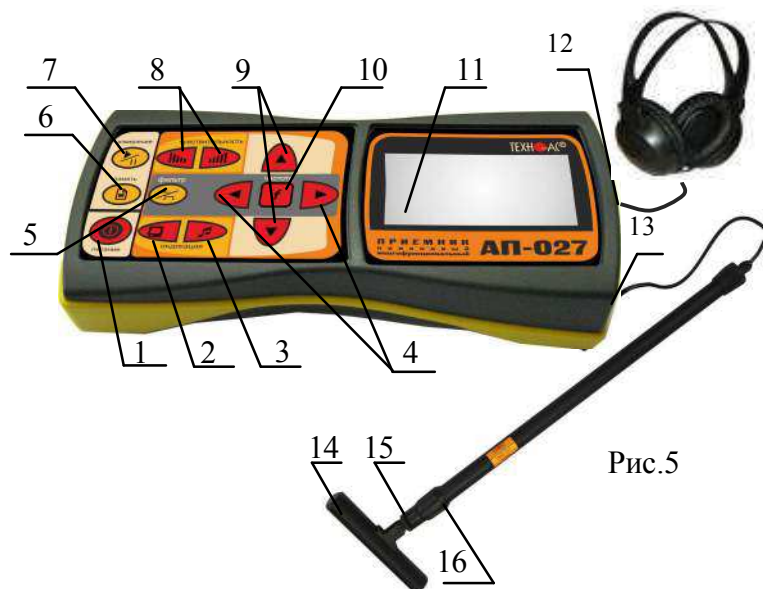
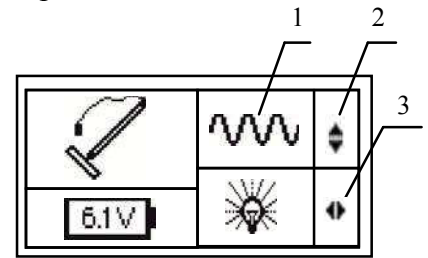
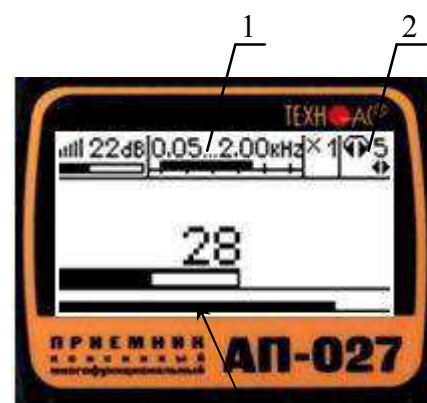

Рис.5
Рис.6
Fig.11 3
Используемое оборудование (рис.5): приемник АП-027, электромагнитный датчик ЭМД-237, головные телефоны.
Подключить к соответствующим разъемам приемника электромагнитный датчик поз.13 рис.5 и головные телефоны поз.12 рис.5 (при необходимости).
Привести электромагнитный датчик из транспортного в рабочее положение для этого: ослабить стопорную гайку поз.16, раздвинуть штангу до требуемого размера и зафиксировать стопорной гайкой. Ослабить фиксирующую гайку поз.15 и установить электромагнитную антенну поз.14 датчика в положение, используемое в трассопоиске. Горизонтальное положение (рис.5) – трассопоиск по методу максимума, транспортное положение – трассопоиск по методу минимума.
**4.2.1** Включить питание приемника АП-027 кнопкой ① поз.1 рис. 5.
**4.2.2** В «стартовом» окне рис.6 на индикаторе приемника проверить:
**4.2.3** Проверить вид принимаемого сигнала поз.1 рис.6. Принимаемый сигнал «непрерывный  $\sim$ » выбирается автоматически. При появлении на индикаторе значка «импульсный  $\sim$ », что могло произойти в результате случайного нажатия на кнопки, следует выбрать в стартовом окне символ «непрерывный  $\sim$ » любой из кнопок  $\blacktriangle/\blacktriangledown$  поз.9 рис.5. (см. подсказку поз.2 рис.6)
**4.2.4** Установить необходимый уровень подсветки индикатора приемника, используя для этого кнопки  $\blacktriangle/\blacktriangleright$  поз.4 рис.5 (см. подсказку поз.3 рис.6).
**4.3.1** Запустить режим «измерение» кнопкой  $\blacktriangleright_{||}$  поз.7 рис.5.
**4.3.2** Выбрать режим «широкая полоса» нажатием на кнопку фильтр  $\text{---}\text{---}\text{---}$  поз.5 рис.5. На индикаторе появится символ широкой полосы  $0.05...2.00\text{kHz}$  поз.1 рис.7.
В случае трассировки кабеля под напряжением или трубопровода с катодной защитой выбрать частоту 100 /120 Гц, нажав кнопку «частота»  $f$  поз.10 рис.5, используя для этого кнопки  $\blacktriangle/\blacktriangleright$  поз.4 рис.5. Наблюдать за величиной выбранной частоты на индикаторе поз.1
**4.3.3** Выйти из режима регулировки фильтра, нажатием кнопки «частота»  $f$  поз.10 рис.5. На индикаторе в зоне окна поз.1 рис.7 исчезнет указатель подсказки  $\blacktriangle\blacktriangleright$  и появится в зоне поз.2 рис.7 (возможность регулировки звука).
**4.3.4** Установить комфортную громкость звука в телефонах поз.2 рис.7 кнопками  $\blacktriangle/\blacktriangleright$  поз.4 рис.5 (если кнопки не используются для регулировки фильтра).
**4.3.5** Установить уровень входного сигнала кнопками «чувствительность»  $|||$  и  $||$  поз.8 рис. 5 по индикатору «узкая шкала» (предпочтительно на 50...70% от максимума) поз.3 рис. 7.
**4.3.6** Установить необходимый коэффициент усиления фильтрованного сигнала множителем « $\times 1/2/4/8$ » нажимая на кнопки  $\blacktriangle/\blacktriangledown$  поз.10 рис.5, не допуская при этом перегрузки.
4.5.1 Начинать работу по трассопоиску следует в режиме «Широкая полоса», в котором приемник воспринимает сигналы от любых коммуникаций в диапазоне частот от 0,05 до 2,0 кГц: кабели под напряжением, трубопроводы с катодной защитой, протяженные трубопроводы с наведенным излучением. Для этого включить режим «измерение» кнопкой  $\nabla_{||}$  поз.7 рис.5., выбрать режим «широкой полосы», то есть выключить фильтр кнопкой  $\nabla_{\perp}$  поз.5 рис.5.
4.5.3 Для определения кабелей (из числа найденных коммуникаций), находящихся под напряжением промышленной частоты 50...60 Гц, используется режим 50...60 Гц. В этом режиме из широкого спектра сигнала выделяется лишь небольшая полоса частот с центральной частотой 50...60 Гц. Для входа в режим 50...60 Гц включить фильтр кнопкой  $\nabla_{\perp}$  поз.5 рис.5, нажать на кнопку частота  $f$  поз.10 рис.5 и выбрать центральную частоту фильтра 50...60 Гц кнопками  $\blacktriangleleft/\blacktriangleright$  поз.4 рис.5.
4.5.4 Наблюдать за величиной выбранной частоты на индикаторе поз.1 рис.11. При выборе частоты 50/60 Гц
Выйти из режима регулировки фильтра, нажатием кнопки «частота»  $f$  поз.10 рис.5. На индикаторе в зоне окна поз.1 рис.11 исчезнет указатель подсказки  $\blacktriangleleft$  и появится в зоне поз.2 рис.11 (возможность регулировки звука).
4.5.5 Установить комфортную громкость звука в телефонах поз.2 рис.11, для этого нажать на кнопку режима звуковой индикации поз.3 рис.5 и отрегулировать громкость кнопками  $\blacktriangleleft/\blacktriangleright$  поз.4 рис.5 (если кнопки не используются для регулировки фильтра).
4.5.6 Установить уровень входного сигнала кнопками «чувствительность» III и IIII поз.8 рис. 5 по индикатору «узкая шкала» (предпочтительно на 50...70% от максимума) поз.3 рис. 11.